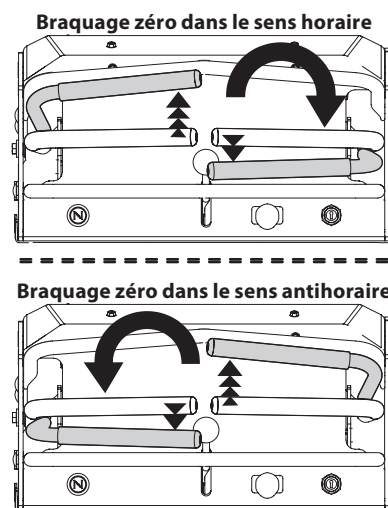

Fig. 15
2. Pour tourner dans le sens horaire, déplacez le levier de contrôle gauche de la barre abdominale vers l'avant tout en déplaçant simultanément le levier de contrôle de la barre abdominale droite vers l'arrière (Fig. 15).
3. Pour tourner dans le sens antihoraire, déplacez le levier de contrôle droit de la barre abdominale vers l'avant tout en déplaçant simultanément le levier de contrôle de la barre abdominale gauche vers l'arrière (Fig. 15).